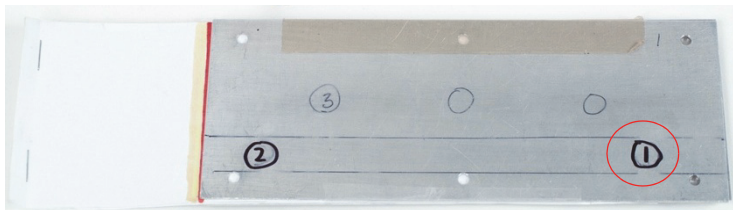

Abbildung 5-99 Position 1 auf dem Justierkörper
3. Koppeln Sie die Sonde auf Position 1 an den Justierkörper (siehe Abbildung 5-99 auf Seite 213) und drücken Sie die fest auf den Justierkörper und drücken Sie die Direktzugriffstaste A-LIFT NULL ().